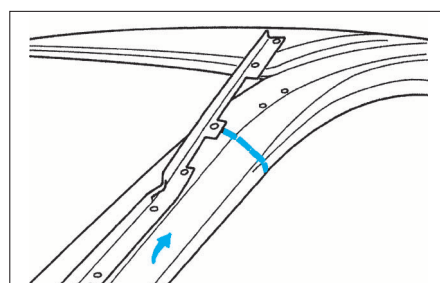

FIG. 50
- Souder par cordons à l'arc sous gaz protecteur (Fig.50).